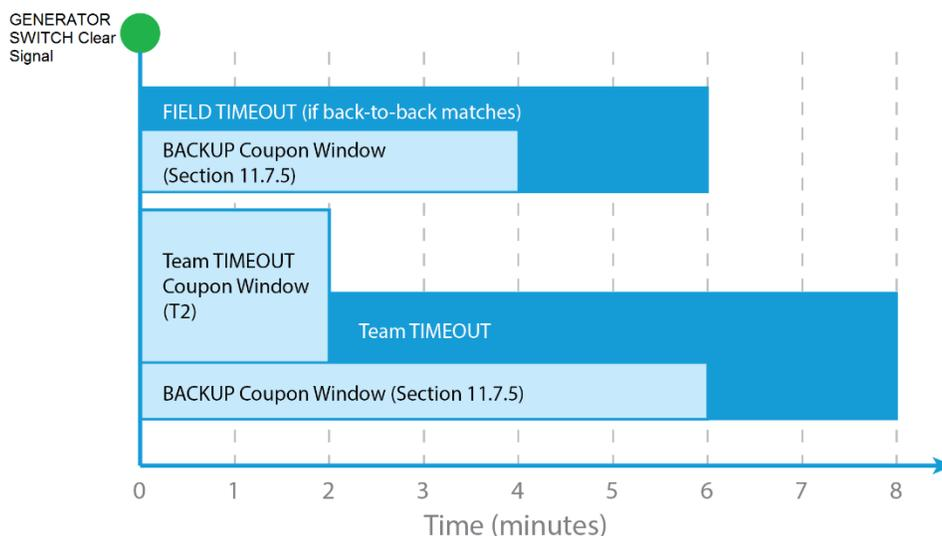

Figura 11-4 Línea de tiempo para TIEMPOS FUERA y Cupón de Reserva
T3. Si una ALIANZA desea utilizar su TIEMPO FUERA, el CAPITÁN DE LA ALIANZA debe entregar su cupón de TIEMPO FUERA al Head REFEREE dentro de los dos (2) minutos después de que se escuche la señal de Despeje del INTERRUPTOR DEL GENERADOR que antecede al PARTIDO. Si no hubiese un PARTIDO precedente, el cupón de TIEMPO FUERA debe entregarse antes de dos (2) minutos del comienzo del PARTIDO programado. El TIEMPO FUERA dará comienzo dos (2) minutos después de la señal de Despeje del INTERRUPTOR DEL GENERADOR (es decir, al final de la ventana de TIEMPO FUERA del cupón que se ilustra en la Figura 11-4)